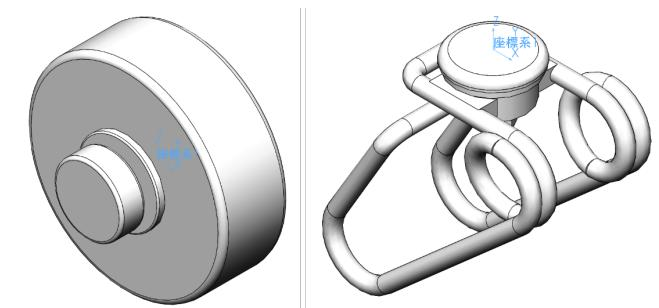

Fig.2.14 Coordinate System of Caster Parts
2.5.4 を参考に、3D-CAD ソフトから STL ファイルをエクスポートして meshes/ディレクトリに配置してください。車輪パーツとサポートパーツは別ファイルとして書き出します。出力座標系は図 2.14 を参照してください。